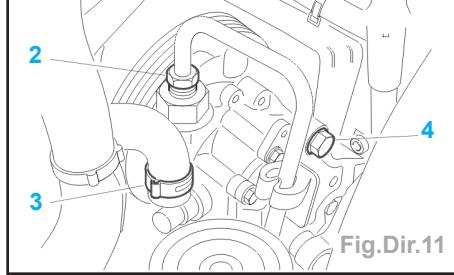

Fig.Dir.11
- Débrancher le raccord de tuyau haute pression (2) et le collier (3) de tuyau d'alimentation de la pompe (Fig.Dir.11).